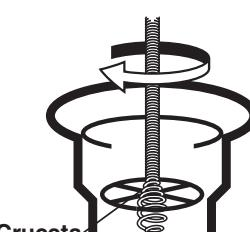

Figura 3
- En muchos desagües, el cable puede pasarse a través de la cruceta del desagüe (vea la Figura 3).